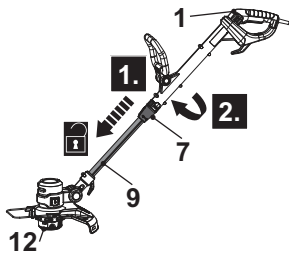

Fig. 8 (posición inicial 0°) Fig. 9 A (posición inicial 90°) (posición inicial 180°)
1. Deslice el botón de desbloqueo (7) hacia abajo y gire el mango principal (1) en el sentido de las agujas del reloj mientras sujeta el polo inferior (9) para ajustar el cabezal de corte (12) a un ángulo de 90° o 180° (Fig. 8). Suelte el botón de desbloqueo (7) y siga girando el mango principal (1) hasta que se bloquee. Asegúrese el botón de desbloqueo (7) encaje en su sitio.